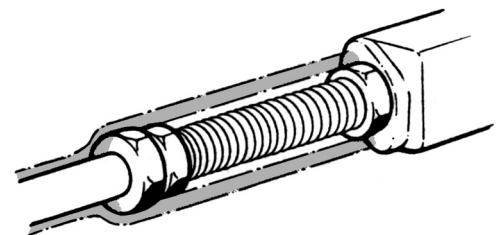

Fig 54.
9. Avgasledningen isoleras med minst 6 mm isoleringsmaterial. Isoleringsmaterialet får ej bindas direkt mot kompensatorns bälg, vilket kan hindra dess rörelser. Eventuellt kan ett nät anbringas runt kompensatorn på ett avstånd av ca 10 mm för att hålla isoleringen från densamma (1 fig 54).